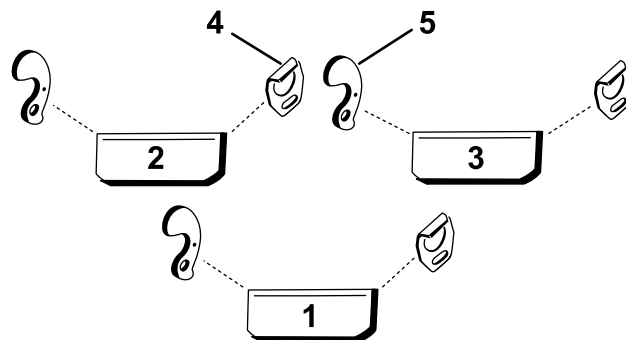

Bild 3
- Mit Bild 3 können Sie die Stellen ermitteln, an denen die Führungen oder Halterungen an den Trägerrahmen der Schneideinheit befestigt werden müssen.